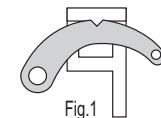

Fig.1
- Respecter toutes les précautions de sécurité. Placer la base du cric en dessous de la charge. Mettre le crochet à inversion (20) en position haute (« UP ») et contrôler qu'il est bloqué en place, l'échancre du crochet étant correctement engagée dans la fente présente sur le bouton d'inversion (18) - voir figure 1. Faire monter le nez jusqu'à ce qu'il vienne en contact avec la charge au niveau du point de levage désiré. À ce stade, contrôler qu'il n'y a rien qui puisse faire obstacle à un levage correct.
- Tirer fermement et régulièrement sur la poignée vers le bas et contrôler la montée de la charge. Lorsque la poignée arrive en position basse, la goupille de levage (15) se met en place avec un « clic » dans un trou dans la barre d'acier (3). À ce stade, relâcher la poignée pour laisser la goupille (15) prendre la charge. Remonter la poignée en haut de course pour prendre un nouveau point d'appui et pomper une nouvelle fois.
- Respect all the safety precautions. Place the base of the jack under the load. Put the reversal hook (20) in upper position ("UP") and check that it is locked in place, the hook's split being correctly inserted in the groove on the reversal button (18) - see figure: 1. Lift the nose until it comes in contact with the load up to the desired lifting point. At this stage, check that nothing obstructs correct lifting.
- Firmly and regularly pull the handle downwards and check the lifting of the load. When the handle comes in the lower position, the locking pin (15) sets in place with a "click" in a hole in the steel bar (3). At this stage, release the handle and let the locking pin (15) take the load. Lift the handle all the way up to find a new support point and pump once again.